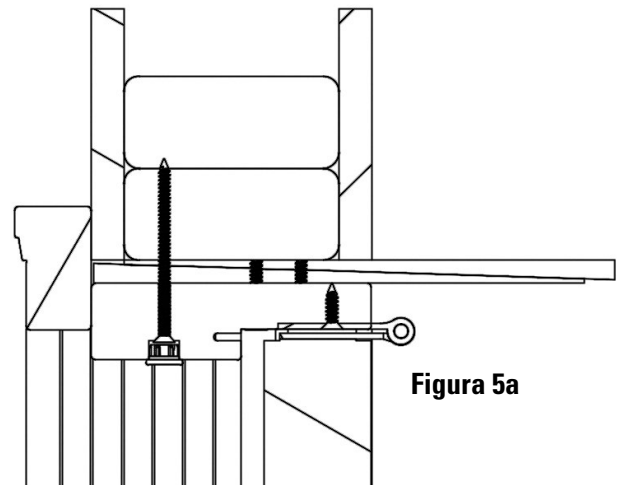

Figura 5a
**5** Cubra los tornillos y los orificios de los tornillos en las jambas de los cristales laterales con uno de los siguientes (**Figura 5a**):